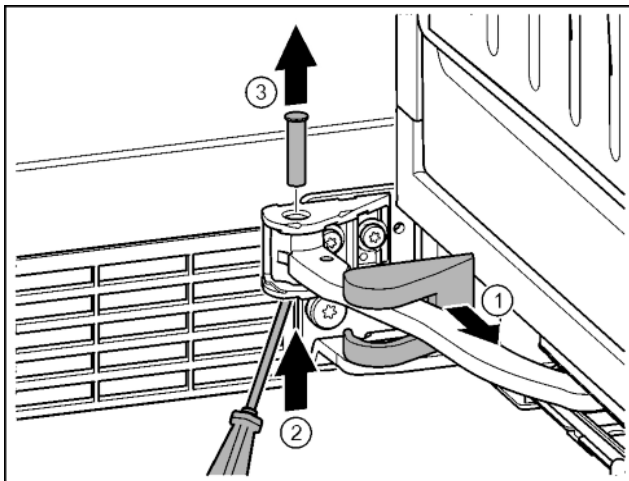

Fig. 14
- ▶ Снять крышку опорного кронштейна и переместить вдоль шарнира. Fig. 14 (1)
- ▶ Рукой или отвёрткой приподнять палец снизу. Fig. 14 (2)
- ▶ Вставить отвёртку под головку пальца и вытащить его. Fig. 14 (3)